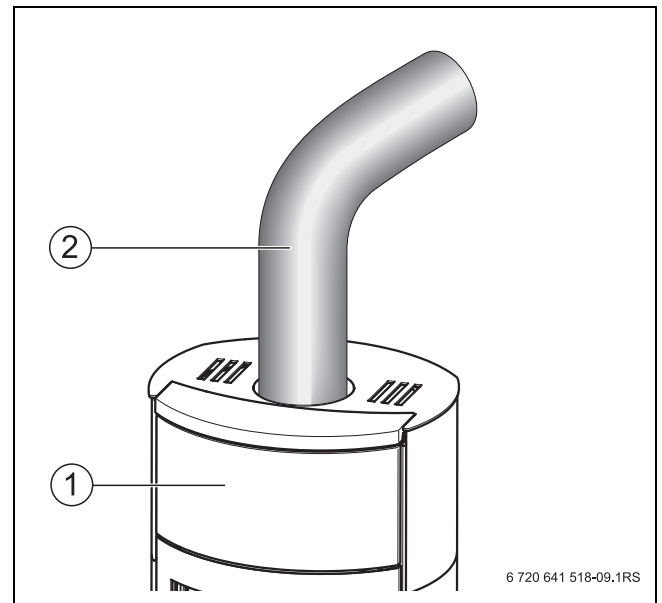

Рис. 13 Соединение с дымовой трубой
- ▶ Наденьте соединительный участок дымовой трубы (→ рис. 13, [2]) на патрубок камина.